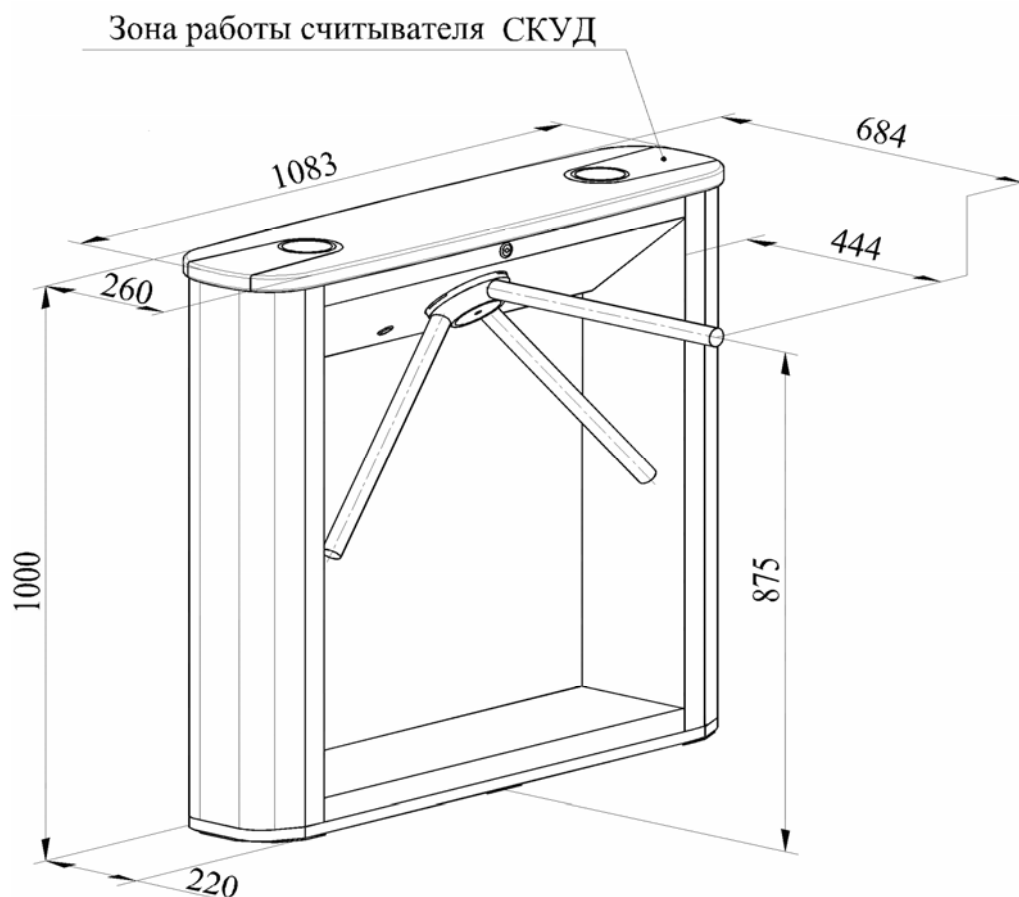

Рисунок 1. Габаритные размеры турникета
- Крышка стойки турникета радиопрозрачна, что дает возможность скрытой установки бесконтактных считывателей СКУД (далее по тексту – считывателей СКУД) внутри стойки турникета. Зона работы считывателей выделена на крышке цветом (см. рисунок 1).